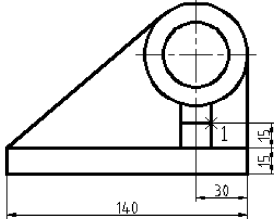

图 9-37 连续标注“15”
(1) 单击“注释”选项卡“标注”面板中的“线性”按钮，捕捉主视图底板右下角点和右上角点，标注线性尺寸“15”。
(2) 单击“注释”选项卡“标注”面板中的“连续”按钮，捕捉交点 1，如图 9-37 所示。